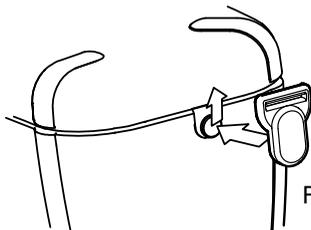

Fig. 22-1
(1) Fije la hebilla al KEW 6516/6516BT como se muestra en la Fig. 22-1.